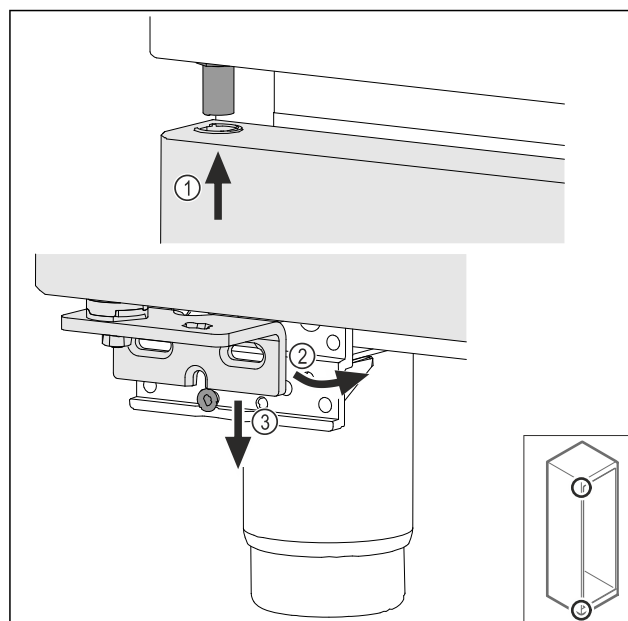

Fig. 40
- Tür leicht gekippt oben einfädeln Fig. 40 (1), Tür gerade ausrichten Fig. 40 (2) und unten auf die Lagerbockschraube Fig. 40 (3) aufsetzen.